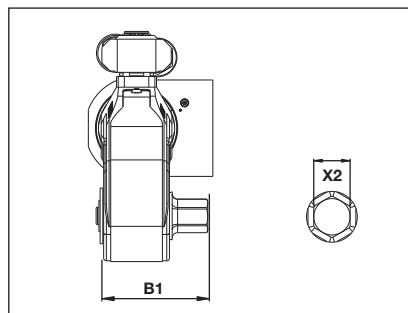

図34
6.8 寸法および仕様、メートル法SDAシリーズアレンキードライブ(図34)
6.9 寸法および仕様、ヤード・ポンド法SDAシリーズアレンキードライブ (図34)